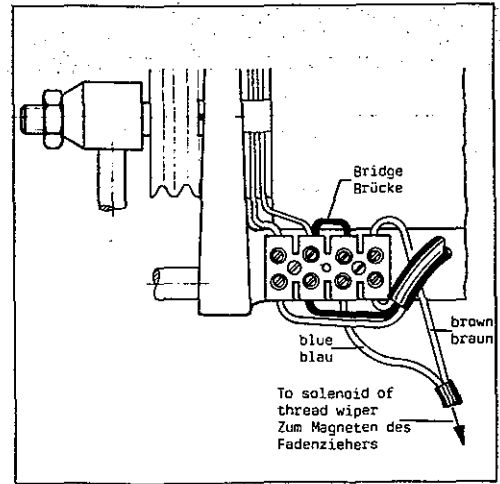

Fig.62
Only when the thread wiper is correctly set, the electric connection on the solenoid drive should be completed according to Fig. 62. (See paragraph "SETTING THE THREAD WIPER", item 6).
Nur wenn der Fadenzieher richtig eingestellt ist, darf die elektrische Verbindung am Magnetantrieb nach Fig. 62 hergestellt werden. (Siehe Absatz "EINSTELLUNG DES FADENZIEHERS", Punkt 6).
Now complete the electrical connection of the thread wiper on the solenoid drive according to Fig. 62.
Schließen Sie nun den Fadenzieher elektrisch am Magnetantrieb nach Fig. 62 an.